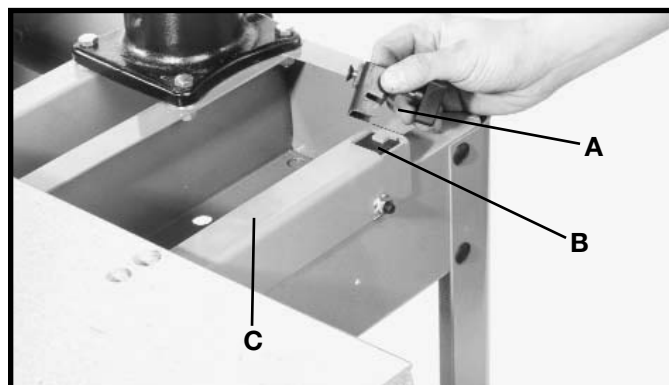
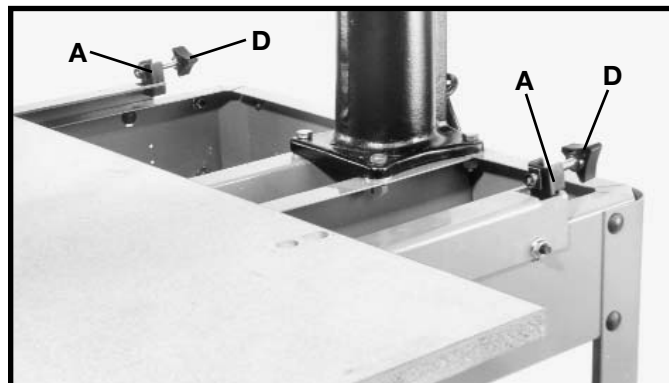

Fig. 29
Fig. 30
1. Localice las abrazaderas de tabla de mesa (A) Fig. 29 e inserte una abrazadera dentro de cada uno de los agujeros ranurados (B) situados en la parte posterior de cada soporte de apoyo de mesa (C) ilustrados en la Fig. 30.
2. Ajuste las abrazaderas (A) Fig. 30 de manera que las abrazaderas queden completamente abiertas conforme a lo ilustrado, haciendo girar las perillas (D).